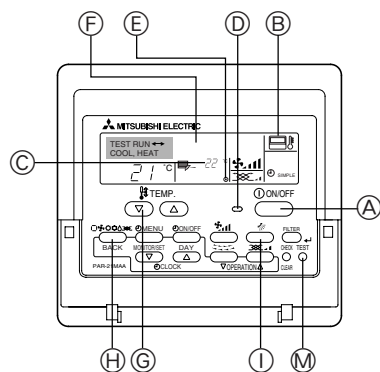

Fig. 7-1
7.2.1. Afstandsbediening met draad (Fig. 7-1)
- ① Schakel het apparaat minimaal 12 uur voor het proefdraaien in.
- ② Druk tweemaal op de toets [TEST]. ➔ "TEST RUN" in het LCD-venster
- ③ Druk de toets [Mode selection] (Moduskeuze) in. ➔ Controleer of er lucht wordt uitgeblazen.
- ④ Druk op de toets [Mode selection] (Moduskeuze) en schakel over naar de werstand koelen (of verwarmen). ➔ Controleer of er koude (of warme) lucht wordt uitgeblazen.
- ⑤ Druk op de toets [Fan speed] (Windsnelheid). ➔ Controleer of de luchtuitstroomsnelheid verandert.
- ⑥ Controleer de ventilator van het buitenapparaat op een goede werking.
- ⑦ Schakel het proefdraaien uit met de [ON/OFF] (AAN/UIT)-toets ➔ Stop
- ⑧ Leg een telefoonnummer vast.